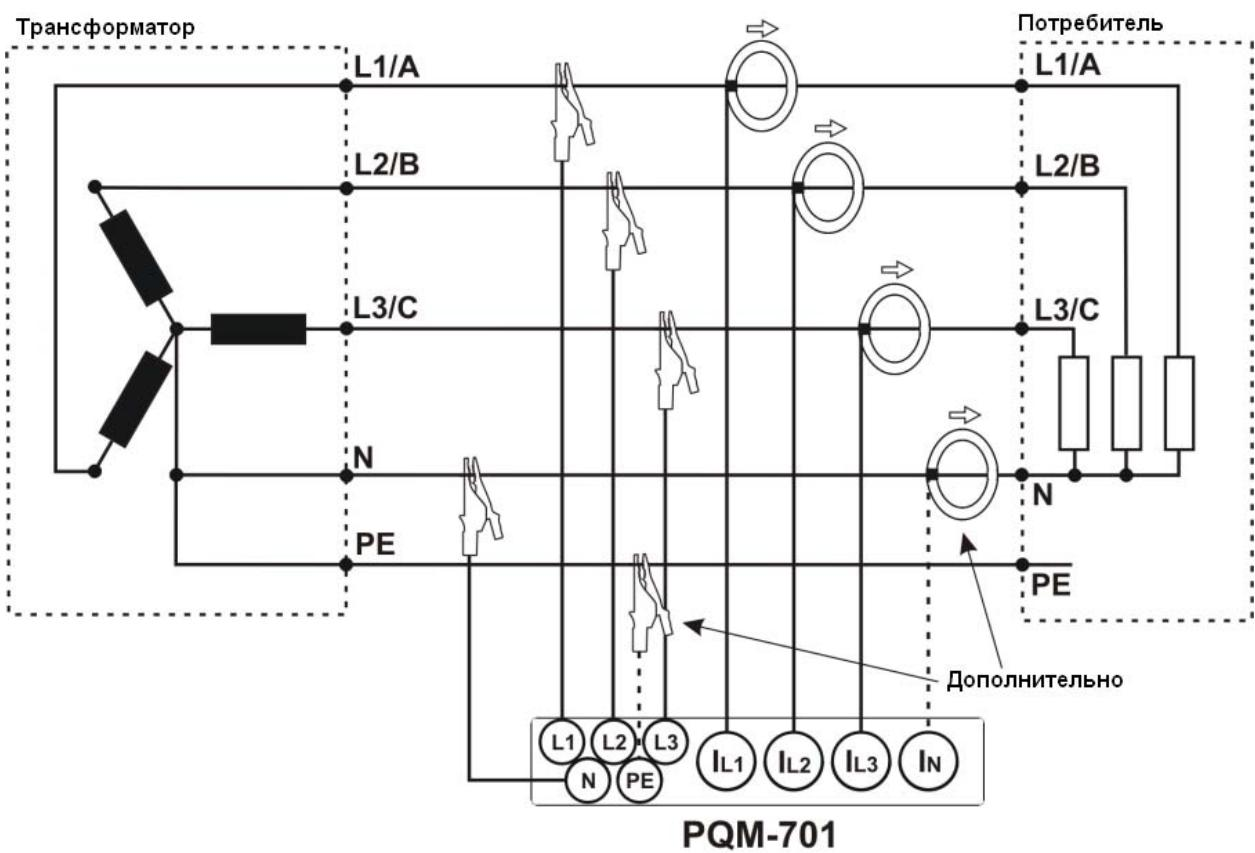

Рис. 4. Схема подключения – Трехфазная четырехпроводная ("звезды").
- Трехфазная четырехпроводная ("звезда") (Рис. 4),
Для правильного вычисления полной мощности S_e а также коэффициента мощности PF в трехфазной 4-проводной сети обязательно измерение тока в нейтральном проводнике. В таком случае необходимо всегда включать опцию Измерение в проводнике N и подключить 4 измерительных клещей так, как это показано на Рис. 4.